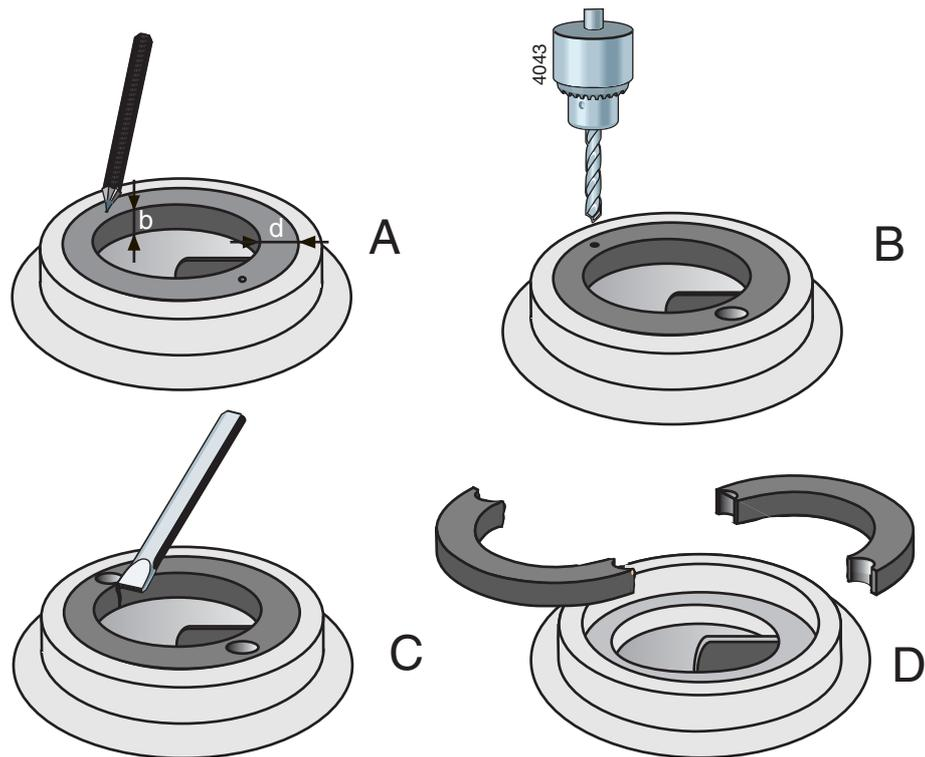

Рисунок 16: Извлечение компенсационного кольца
- 1 Измерьте толщину (d) и ширину (b) кольца, см. Рисунок 16 А.
- 2 Прodelайте центрующие отверстия посередине кромки кольца в двух противоположных точках, см. Рисунок 16 В.
- 3 С помощью сверла с диаметром несколько меньшим, чем толщина кольца (d), просверлите в кольце два отверстия, см. Рисунок 16 С. Глубина сверления не должна превышать ширину кольца (b). Старайтесь не повредить установочную фаску корпуса насоса.
- 4 Пользуясь зубилом, вырубите оставшуюся часть толщины кольца. Теперь кольцо можно разделить на две части и извлечь его из корпуса насоса, см. Рисунок 16 D.